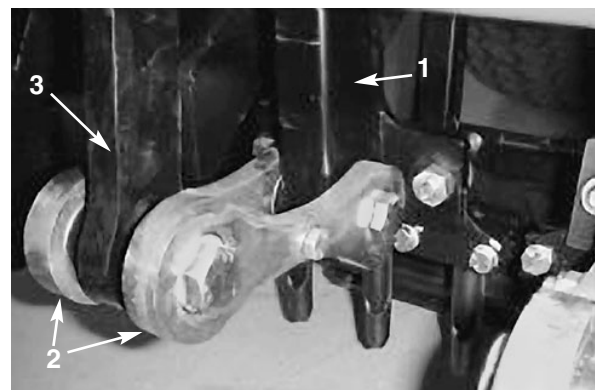

Bild 32
6. Entfernen Sie die Befestigungsteile, mit denen die Unterseite des Zinkenarms oder Rotalink-Arms an den Unterlenkern befestigt ist (Bild 32). Fluchten Sie den Zinkenarm mit dem Schlitz im Rahmen aus und schieben ihn vom Kurbelstift ab.